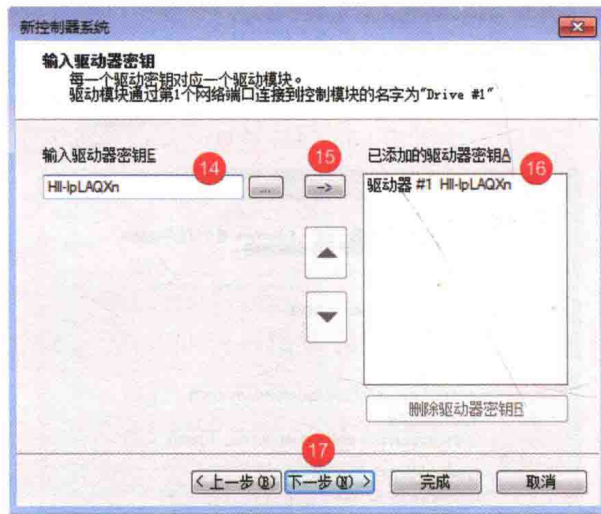

图 1-18 添加驱动器密钥
⑫输入驱动器密钥,如图 1-18 所示。
⑬单击添加密钥,如图 1-18 所示。
⑭选择该密钥,如图 1-18 所示。
⑮单击“下一步”,如图 1-18 所示。